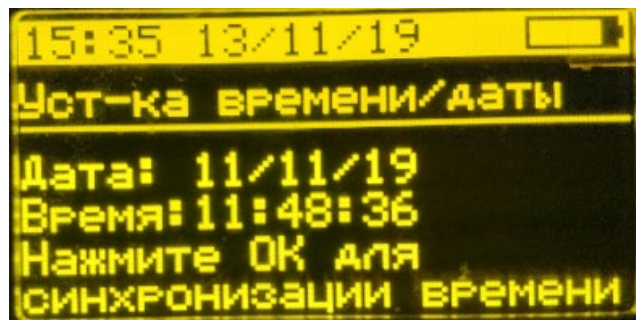

Рисунок 16. Меню. Установка времени/даты
7.3.1. Пункт меню «Установить время» (Рисунок 16) предназначен для корректной установки текущих параметров даты и времени. Синхронизация происходит с временными параметрами считывателя, для синхронизации необходимо нажать «Enter», для возврата в меню «Esc».